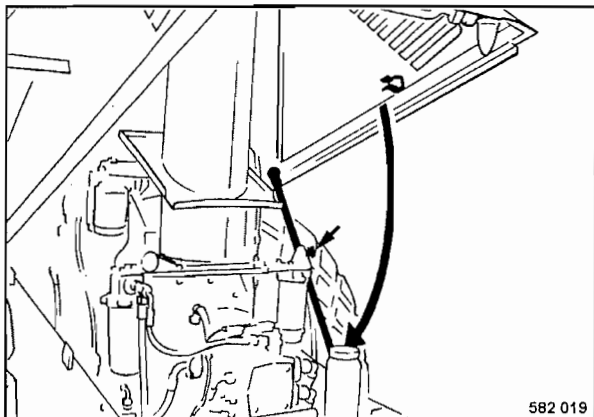

Fig. 47
- Soltar el apoyo (Fig. 47) del soporte en la caperuza y engancharlo por abajo en el bastidor o por arriba en el travesaño.